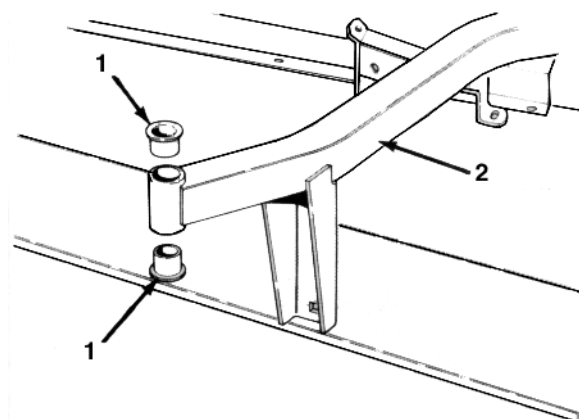

Fig. 12
4. Anbring en rem på venstre spindels nederste remskiverille, skub remmen under strammerremskivens monteringsplade og placér den omkring midterste spindelremskive. Stram remmen ved at føre strammerremskiven mod remmen og stramme strammerremskivens flangemøtrik (fig. 12).